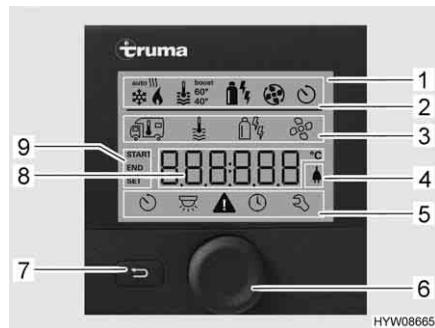

Fig. 47 Centralina di controllo con indicazioni
- Riga di stato (Fig. 47,2)
- Riga di menu in alto (Fig. 47,3)
- Area di indicazione (Fig. 47,8)
- Riga di menu in basso (Fig. 47,5)
■ Premere la manopola/il pulsante (Fig. 47,6) per circa 3 secondi. Vengono visualizzate entrambe le righe di menu (Fig. 47,3 e Fig. 47,5). Il primo simbolo lampeggia.
- Ruotare la manopola/il pulsante (Fig. 47,6), finché viene visualizzato il simbolo del menu desiderato.
- Premere la manopola/il pulsante per memorizzare il valore impostato. Se il valore impostato originariamente non deve essere modificato: Premere il tasto indietro (Fig. 47,7).
- Ruotare la manopola/il pulsante (Fig. 47,6), finché il simbolo del menu del riscaldamento (Fig. 48,1) lampeggia.
- Premere la manopola/il pulsante per memorizzare il valore impostato. Il simbolo nella riga di stato lampeggia (Fig. 47,2), finché viene raggiunta la temperatura impostata. Se il valore impostato originariamente non deve essere modificato: Premere il tasto indietro (Fig. 47,7).
- Ruotare la manopola/il pulsante (Fig. 47,6), finché il simbolo del menu delle ventole (Fig. 48,4) lampeggia.
- Ruotare la manopola/il pulsante (Fig. 47,6), finché il simbolo del menu del timer (Fig. 48,6) lampeggia.